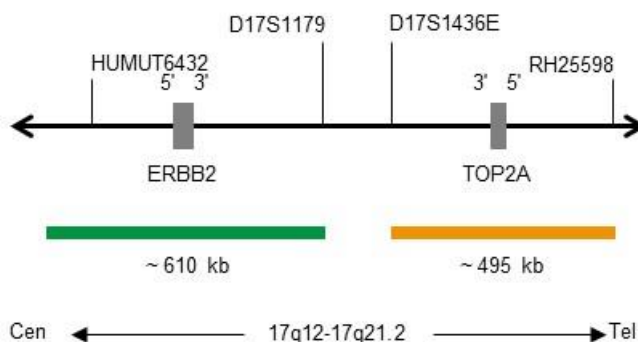

Fig. 1 : Carte de la sonde SPEC ERBB2/TOP2A (pas à l'échelle)
- Polynucléotides marqués au ZyGreen (excitation 503 nm/émission 528 nm) (~10,0 ng/ μ l), qui ciblent des séquences cartographiées en 17q12-q21.1* (chr17:37,572,531-38,181,308) hébergeant la région du gène ERBB2 (voir figure 1).
- Polynucléotides marqués au ZyOrange (excitation 547 nm/émission 572 nm) (~4,5 ng/ μ l), qui ciblent des séquences cartographiées en 17q21.1-q21.2* (chr17:38,323,741-38,818,030) hébergeant la région du gène TOP2A (voir figure 1).